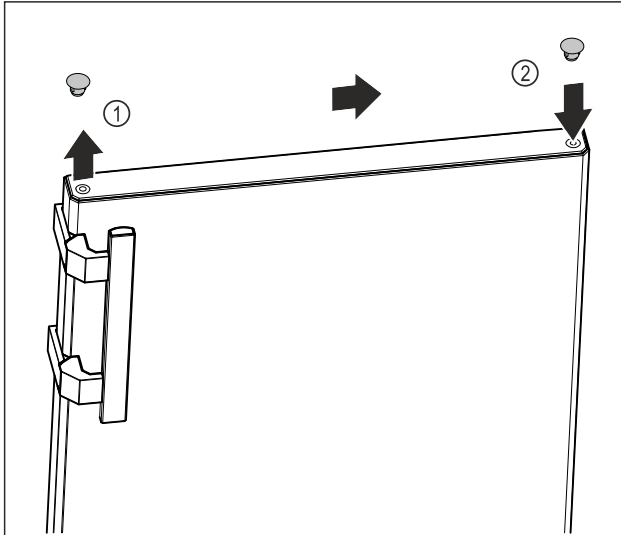

Fig. 10
- ▶ Nosta oven yläosan peitetulpat Fig. 10 (1) varovaisesti uraruuvimeisselillä.
- ▶ Aseta peitetulpat vastapäiselle puolelle. Fig. 10 (2)